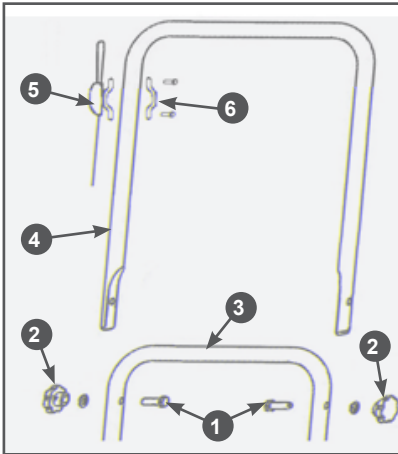

Рис. 2 Установка рабочей рукоятки
1. Совместите отверстия в нижней части 3 и верхней части 4 рабочей рукоятки и вставьте с внутренней стороны рукоятки в эти отверстия болты 1 (Рис. 2).
2. С внешней стороны установите плоские шайбы и закрутите гайки - ба-рашки 2 до упора (Рис. 2).
3. Установите рычаг газа с тросом 5 на рабочую рукоятку и закрепите его с помощью скобы крепления 6 и крепежа (Рис. 2).